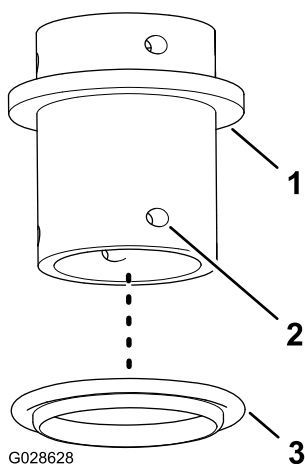
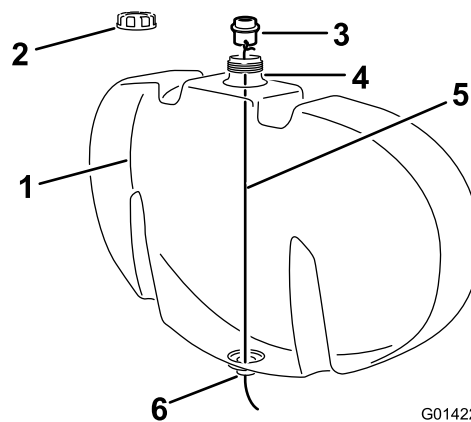

Figura 8
Figura 9
- A. Montate una guarnizione flangiata sul diaframma (Figura 8).
fissaggio presenti sul diaframma (Figura 8 e Figura 9)
- C. Rimuovete il tappo del serbatoio, inserite il filo attraverso il collo del bocchettone e fate passare fuori il filo attraverso l'uscita sulla parte inferiore del serbatoio (Figura 9).